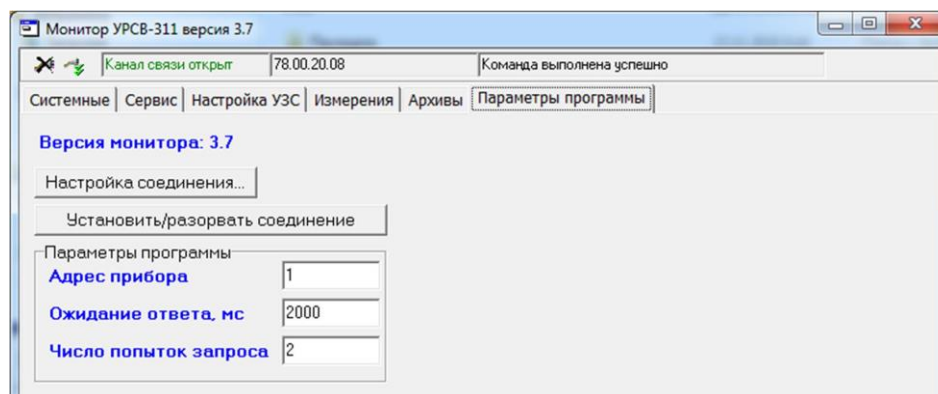

Рис.14. Вид вкладки «Параметры программы».
4.1.7. При необходимости создания сети приборов, объединенных по интерфейсу RS-485, настройка параметров связи (сетевой адрес, длительность ожидания ответа, число попыток запроса) производится во вкладке **Параметры программы** (рис.14).
- закрыть канал связи прибора с ПК, нажав на кнопку  в левом верхнем углу окна программы «Монитор УРСВ-311» (рис.14);